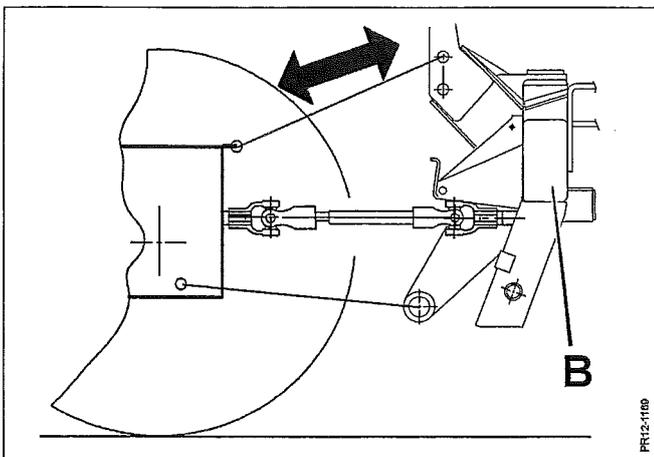

Fig. 2-14
- Fig. 2-14 5) Die Unterlenker senken, bis die Zapfwelle des Schleppers (PTO) in der selben Höhe wie der Zapfwellenanschluß (PIC) ist, und die Länge des Oberlenkers so einstellen, daß der Toprahmen **B** senkrecht ist.